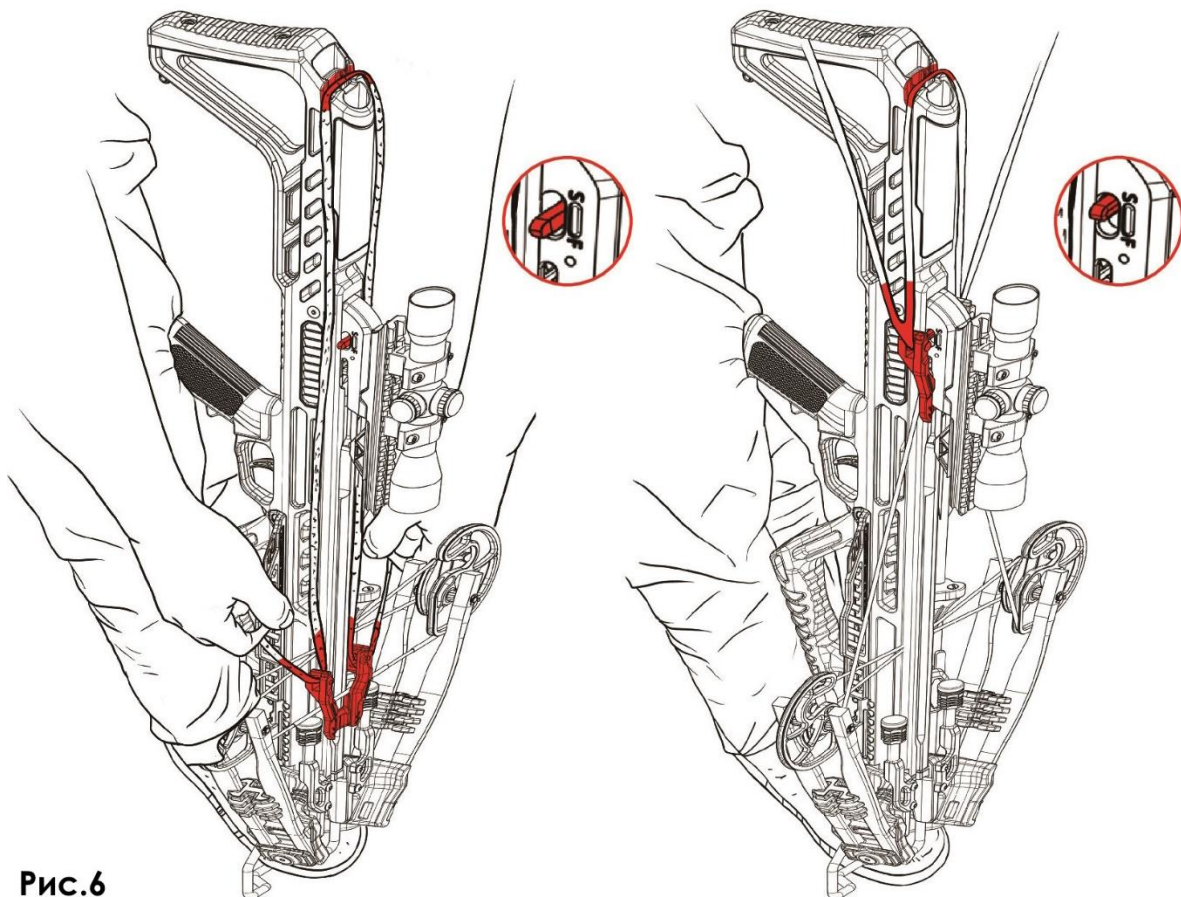

Рис.6
3. На тыльной стороне приклада располагается специальное углубление, проденьте через него трос натяжителя, так чтоб рукоятки и скоба натяжителя оказались внизу (Рис.6).